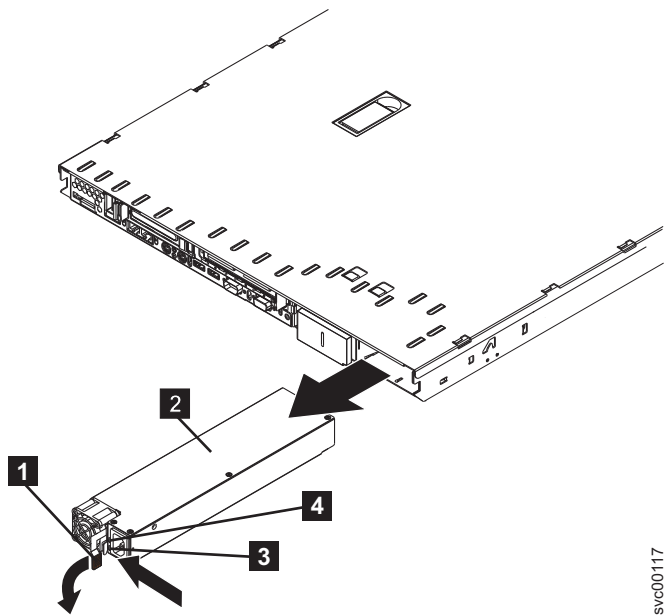

図 154. SAN ボリューム・コントローラー 2145-8F2 電源機構の取り外し
4. ノードの後部で、185 ページの図 154 で示すように、オレンジ色の解放レバーを左方に押してから下方に押し、電源機構アセンブリーを解放します。これは、電源機構を少し後に移動し、簡単に取り外しができます。